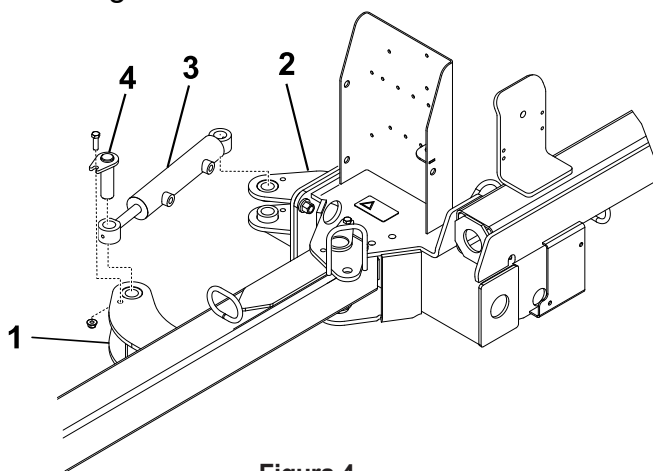

Figura 4
2. Fixe cada extremidade do cilindro hidráulico a uma aba do atuador com um conjunto de pino, um parafuso (3/8 x 1-1/4 pol.) e uma porca flangeada (3/8 pol.) Figura 4.